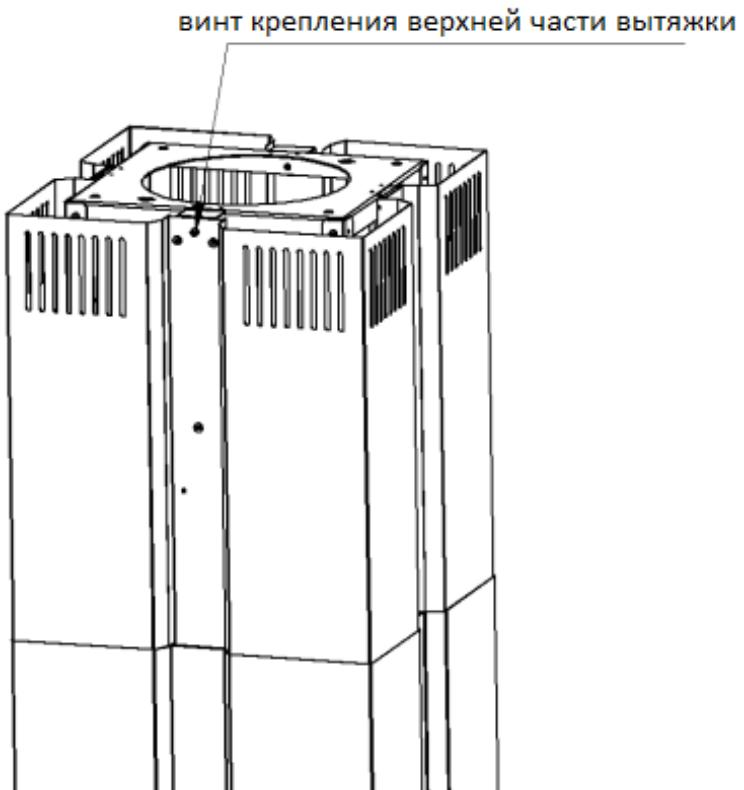

Рис. 5
4. Поднимите верхнюю часть вытяжки к потолку и прикрутите четырьмя винтами M4 (рис. 5).